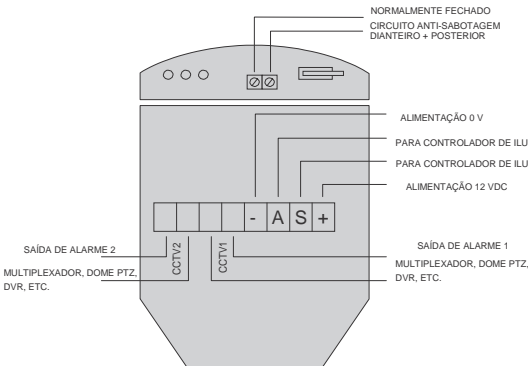

fig. 7
- 3) Introduza o cabo principal standard de alarme 12 na entrada do cabo; desguarneça os fios e ligue-os à caixa de ligações eléctricas amovível, tal como apresentado na fig. 7. Aparafuse a unidade à parede, certificando-se de que o pino anti-sabotagem está colocado correctamente e de que o microinterruptor anti-sabotagem está fechado. **Consulte a fig. 4 e 5.** Para facilitar a instalação são disponibilizados dois pés anti-sabotagem sobresselentes. Um é 1 mm mais comprido e o outro 2 mm mais comprido do que o pé anti-sabotagem fornecido de origem. O pé anti-sabotagem encaixa ao ser empurrado e pode ser retirado puxando-o cuidadosamente do pino. **Consulte a fig. 2.**